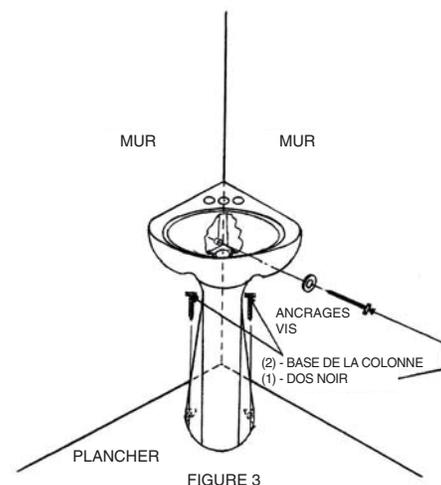

FIGURE 3
7. Positionner la base de la colonne à l'aide de l'encoche encastrée sous le lavabo comme repère. L'arrière de la colonne doit être à la verticale et éloigné de la surface du mur. Voir la **FIGURE 3**.
Replacer le lavabo et le fixer au mur à l'aide du boulon fourni à cette fin. Le trou d'ancrage se trouve à la base du lavabo, près du coin arrière, selon ce qui est illustré à la **FIGURE 3**.